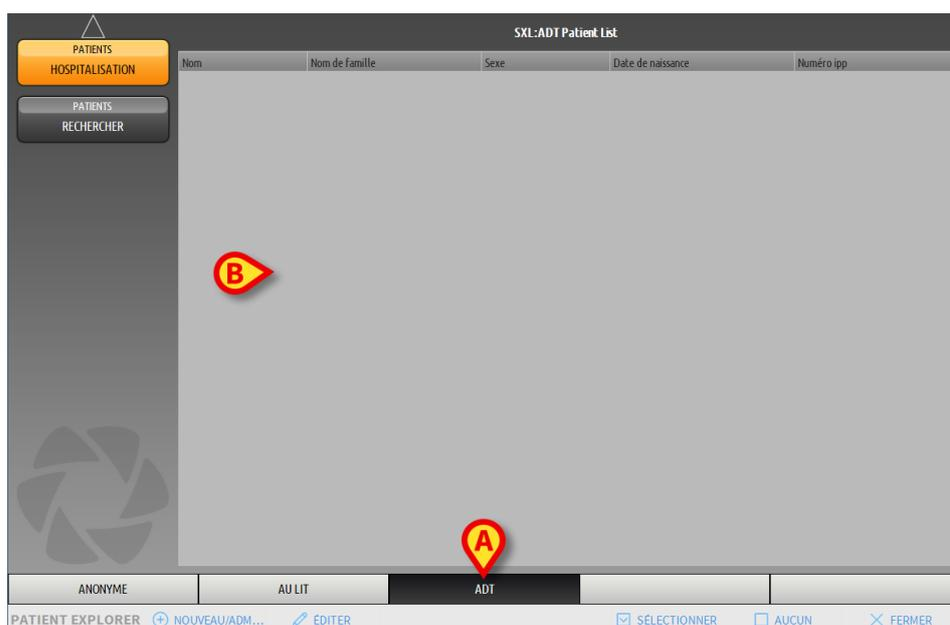

Fig 101
- Cliquer sur la touche ADT sur la barre de commande (Fig 101 **A**)